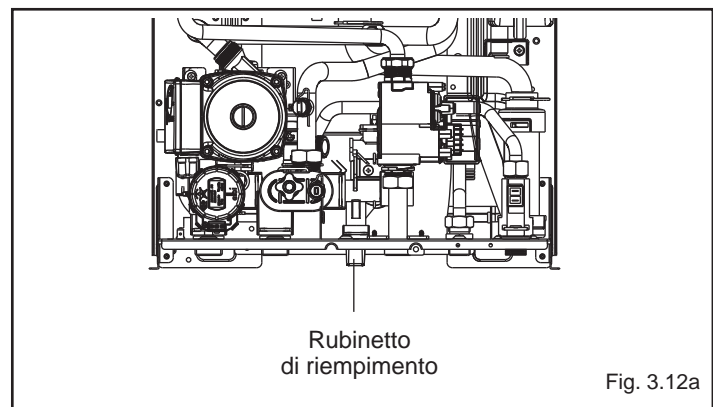

Fig. 3.12a
- aprire il rubinetto di riempimento (fig. 3.12a) fino a che il valore di pressione sia compreso tra 1 e 1,5 bar.